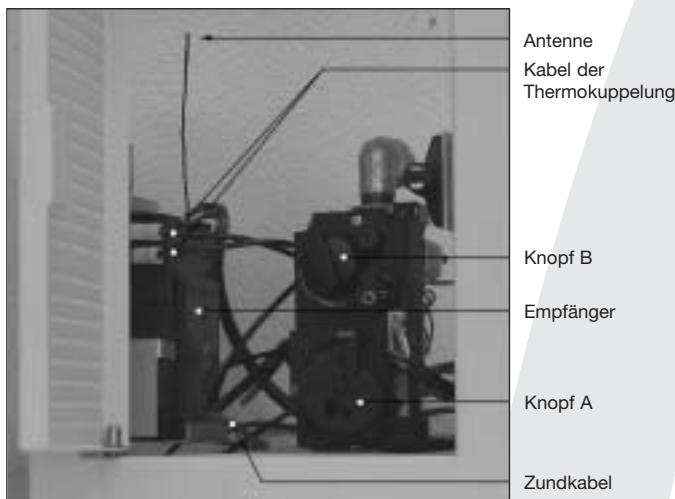

Abb. 29
Der Empfänger befindet sich im Schaltkasten (siehe Abb. 29).
- Den Empfänger wie in Abb. 29 dargestellt einbauen.
**Achtung** - Die Antenne des Empfängers nicht zu nah am Zündkabel beziehungsweise Metallteilen montieren: sorgen Sie dafür, dass die Antenne nach oben zeigt (die richtige Position entnehmen Sie bitte Abb. 29);